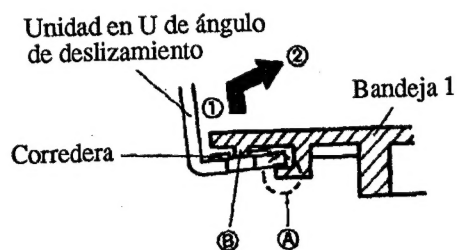

Figura 10
3. Mueva la bandeja 1 en el sentido de la flecha de la figura 10 y, extrayendo la sección saliente B de la bandeja 1, extraiga la sección A donde se enganchan la bandeja 1 y la unidad en U de ángulo de deslizamiento.